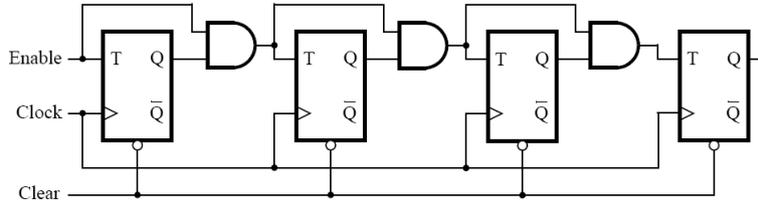

FIGURE 9 – Compteur de 4 bits
4. À l'aide de la bascule précédente, réalisez le circuit de la figure 9 en le modifiant légèrement pour obtenir un compteur à 2 bits. Utilisez les interrupteurs SW0 et SW1 pour les entrées *Enable* et *Clear* et le bouton KEY0 pour l'entrée *Clock*.